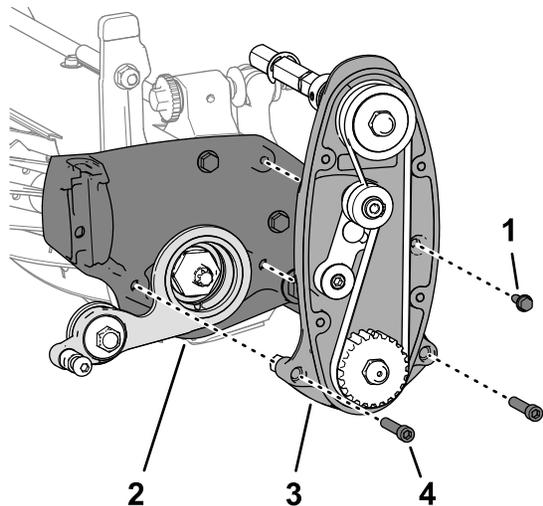

Figura 17
1. Alinhe o conjunto do rolete na unidade de corte como se mostra em Figura 17.
2. Monte o conjunto do rolete e transmissão do cilindro na unidade de corte (Figura 17) com os dois parafusos de cabeça sextavada interior (5/16 pol. x 1 1/2 pol.) e porcas de bloqueio (5/16 pol.) que removeu em 4 Remoção da transmissão do cilindro (página 5).
3. Monte a transmissão do cilindro na unidade de corte (Figura 17) com o parafuso de cabeça flangeada (1/4 pol. x 3/4 pol.).